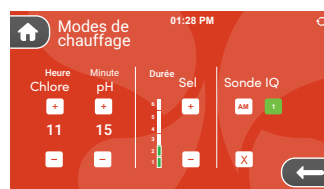

Figure 4
4. Appuyez sur la touche pour activer le réglage 1 et faire passer la touche en vert (Figure 4). Vous pouvez désactiver le réglage en appuyant sur le bouton .